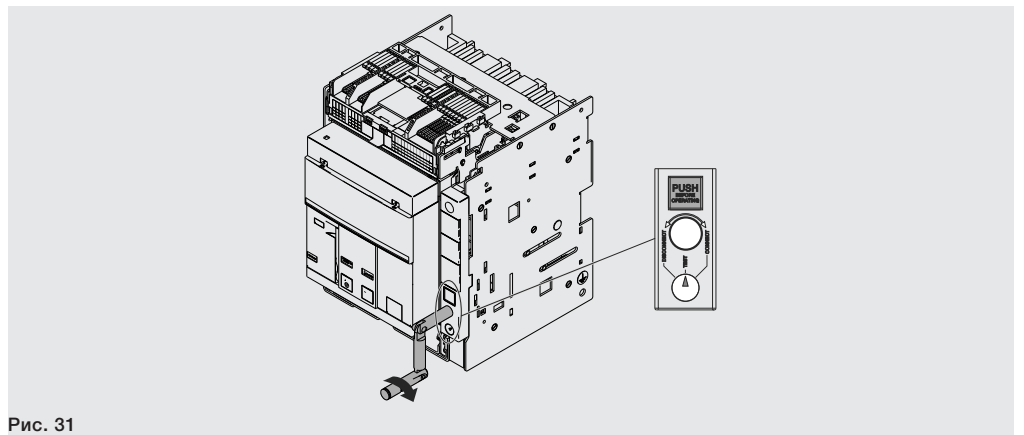

Рис. 31
5. Поворачивать рукоятку по часовой стрелке до тех пор, пока кнопка не выщелкнет, а индикатор не покажет, что автоматический выключатель находится в состоянии «**ВЫКАЧЕН ДЛЯ ТЕСТИРОВАНИЯ – TEST**». См. Рис. 31.